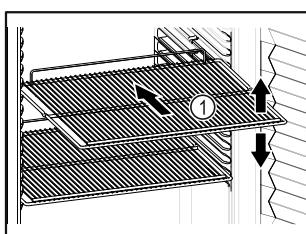

Fig. 59 Príklad zobrazenia
- Ak sa dajú odkladacie rošty Fig. 59 (1) premiestniť, prispôsobte výšku.